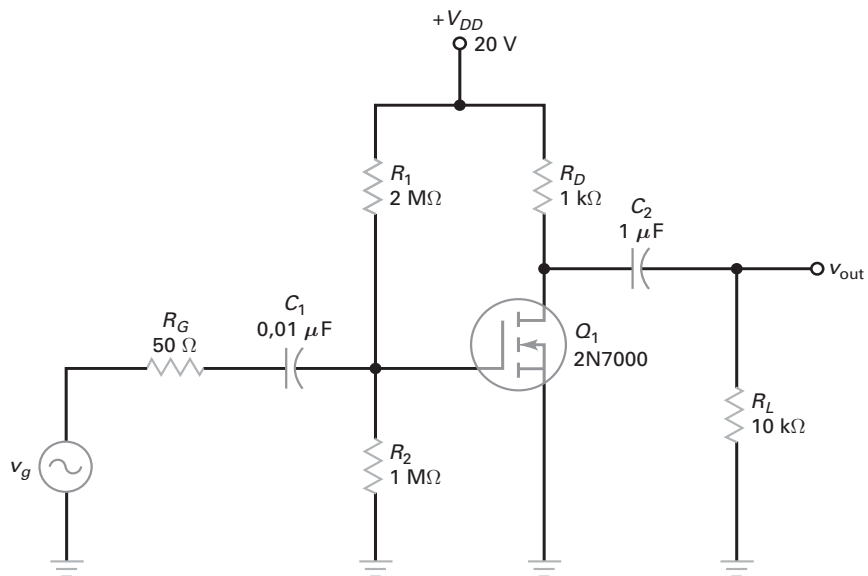

Figura 14-41
- 14-37** O circuito da Figura 14-41 usa um E-MOSFET com essas especificações: $g_m = 16,5$ mS, $C_{\text{iss}} = 30$ pF, $C_{\text{oss}} = 20$ pF e $C_{\text{rss}} = 5,0$ pF. Determine os valores das capacitâncias internas do FET (C_{gd} , C_{gs} e C_{ds}).
14-38 Na Figura 14-41, qual a frequência de corte inferior dominante?
14-39 Na Figura 14-41, determine os valores das frequências de corte superiores para os circuitos de entrada da porta e saída do dreno.